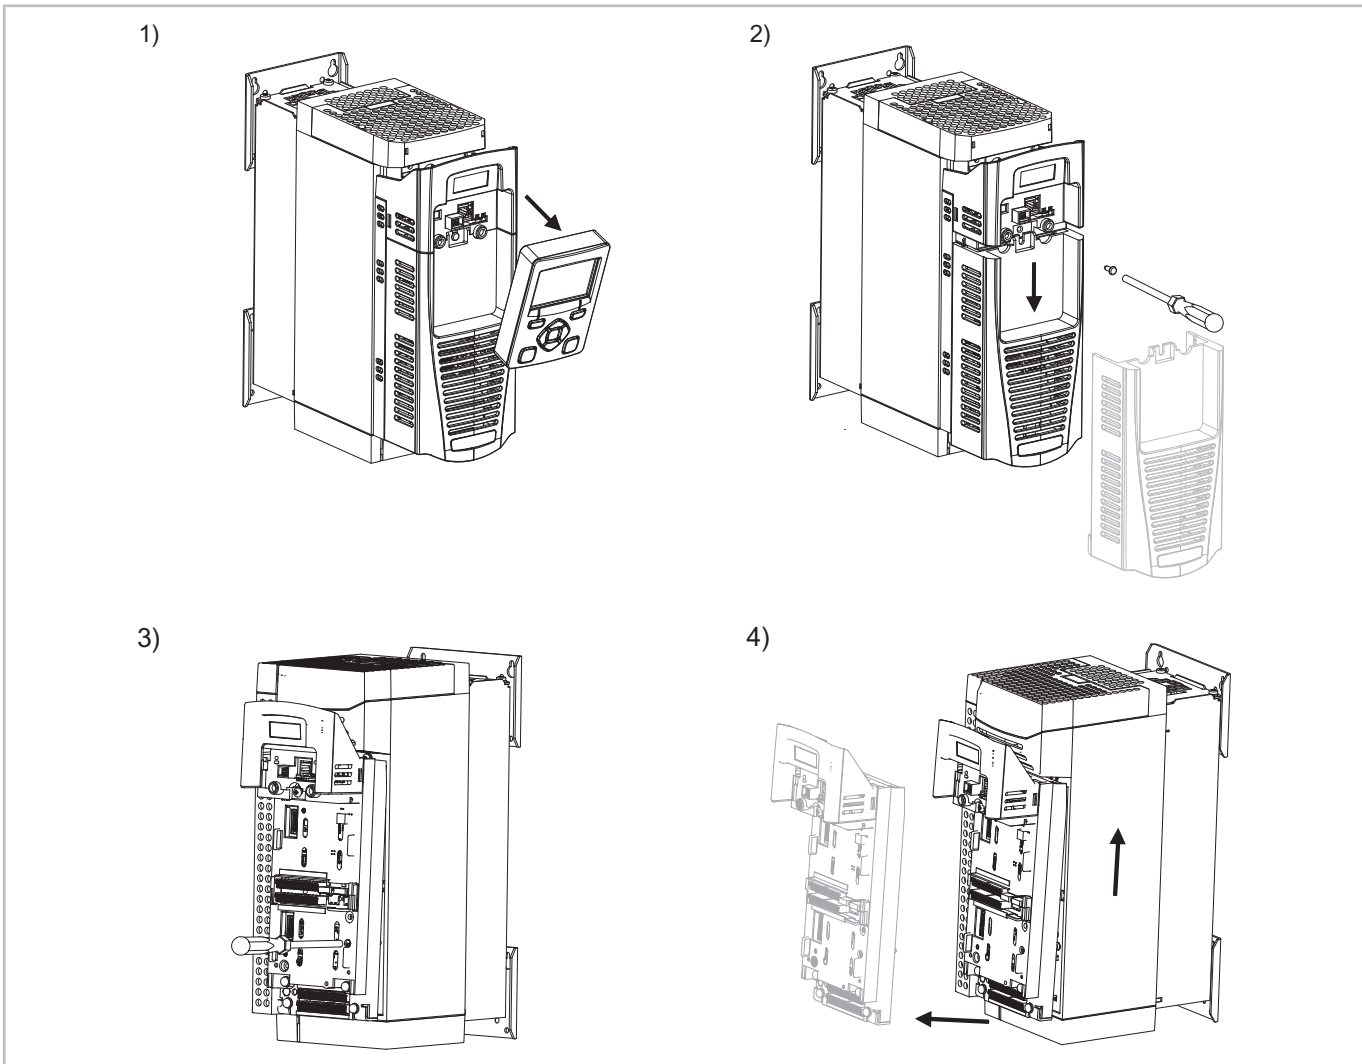
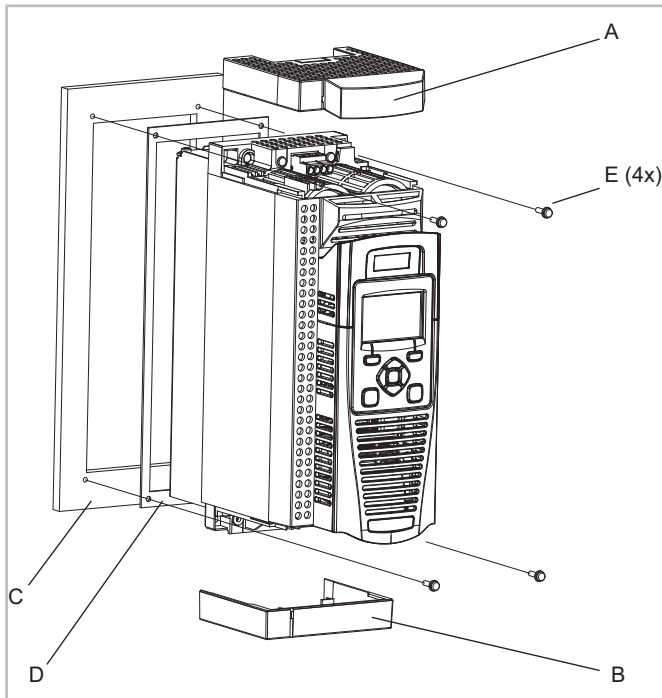

Abb. 7: Steuermodul abmontieren
Abb. 8: Detailansicht Durchsteckmontage (am Beispiel FDU)
Grafische Erklärungen siehe Abbildung 7, Seite 53 und siehe Abbildung 8, Seite 54.
Damit die obere Gehäuseabdeckung nach vorne geschoben und abmontiert werden kann, muss bei diesen Typen das Steuermodul ausgebaut werden (siehe Abbildung 7, Seite 53).
Steuermodul ausbauen (siehe Abbildung 7, Seite 53):
Bei diesen Typen muss das Steuermodul nicht ausgebaut werden um die obere Gehäuseabdeckung abzunehmen (siehe Abbildung 8, Seite 54).
- Den Schraubenzieher in den Schlitz der unteren Gehäuseabdeckung (B) einstecken und leicht nach links drücken. Verriegelung löst sich.
- Im Beipack: Mitgelieferte Dichtung (D) so um den Frequenzumrichter anbringen, dass der Freiraum zwischen Schaltschrankwand (C) und Frequenzumrichter luftdicht versiegelt wird.
- Den VARIPACK Frequenzumrichter mit den 4 Befestigungsschrauben (E) an die Schaltschrankwand montieren (siehe Abbildung 8, Seite 54).
bei den Frequenzumrichtern FDU das Steuermodul ausgebaut werden (siehe Abbildung 7, Seite 53 und siehe Seite 52).